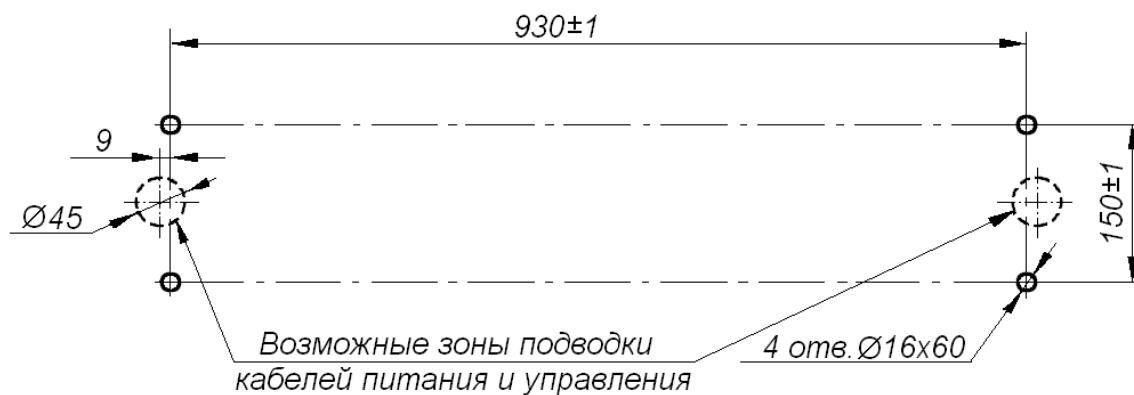

Рисунок 9 Схема разметки отверстий для крепления стойки турникета
8.4.3 При необходимости прокладки кабелей (13) и (14) под поверхностью пола подготовьте в полу кабельный канал, подходящий к зоне подводки указанных кабелей к стойке (рисунок 9).